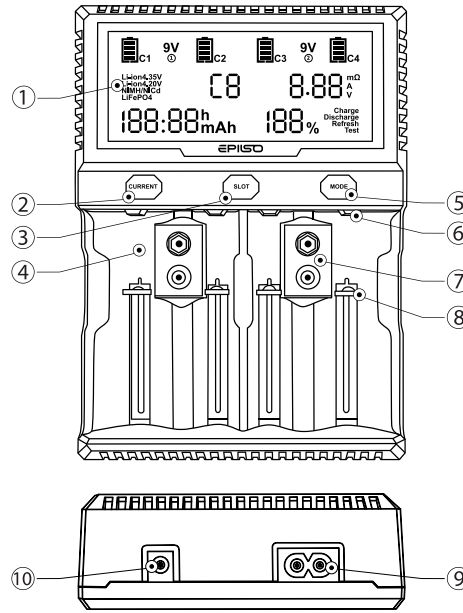
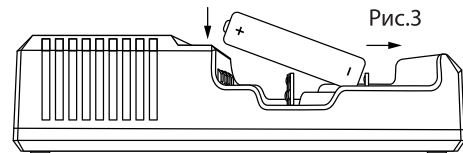

Рис.1
Рис.3
Установите аккумулятор в один из основных каналов соблюдая полярность. Положительный контакт (+) в верхней части зарядного устройства (Рис.1, ⑥). Рекомендуем установку начинать с прижимного контакта (-), отодвигая его аккумулятором вниз (Рис.3).
Установите аккумулятор "Крона" 9V в один из соответствующих каналов соблюдая полярность (Рис.1, ⑦).